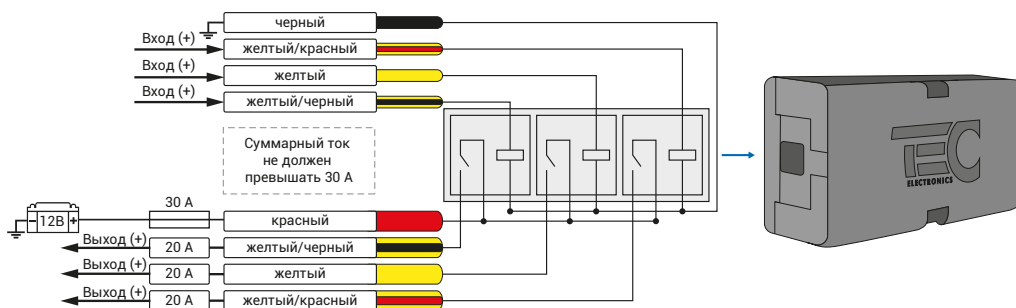
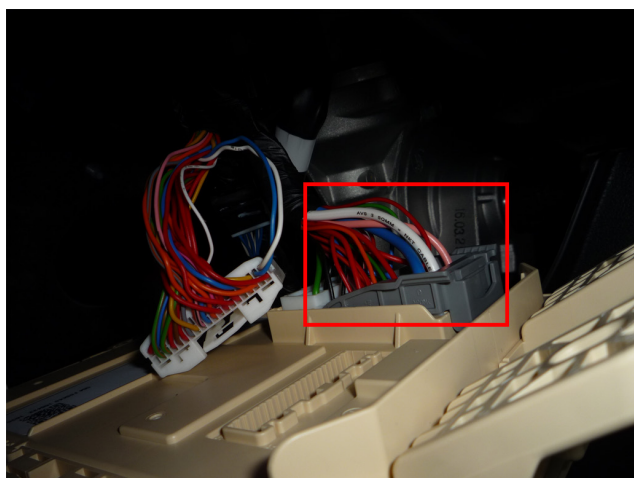

Рис.4 Релейный модуль TEC-4540
Рис.5 Место подключения к силовым цепям запуска двигателя
3. Осуществите подключение цепей автозапуска, используя провода выделенные на рисунке №3. Подключение производится в белом разьеме на задней стороне монтажного блока (см. рис. 5, 6). Для подключения силовых цепей используйте релейный модуль TEC-4540 (см. рис. 4).